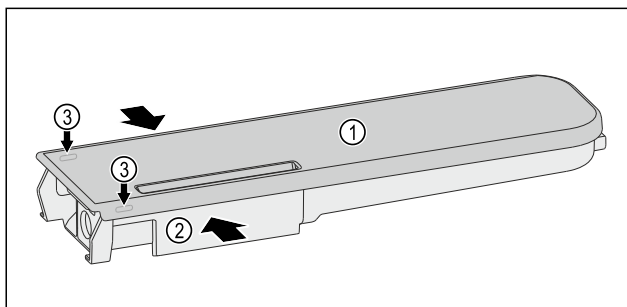

Fig. 226
- Wassertank Fig. 226 (2) zusammendrücken und Deckel Fig. 226 (1) vorsichtig über die Rastnasen Fig. 226 (3) hebeln und hochziehen.
- Deckel Fig. 226 (1) leicht hin- und herbewegen und nach oben entnehmen.